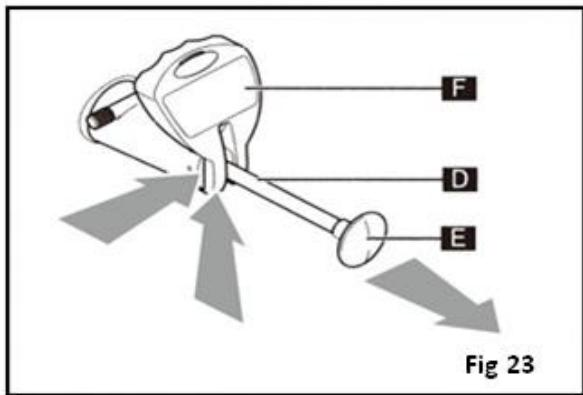

Fig 23
- Extraiga por completo la palanca (D) del tirador (E) y, a continuación, desplace la parte inferior de la palanca (F) hacia arriba hasta que se separe de la guía del pasador (Fig. 23). Desenrosque el tirador (E) girándolo en sentido contrario a las agujas del reloj mientras sujetla la varilla.